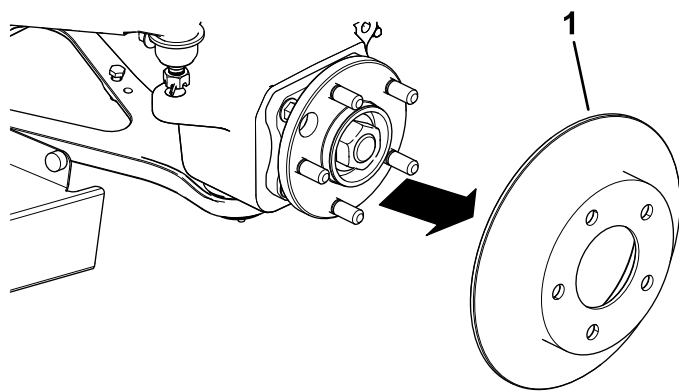

図 6
6. ロータを取り外す 図 6。
4. ハブにロータを取り付ける 図 6。